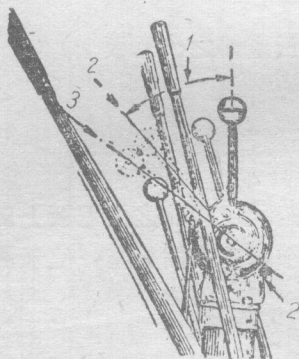

图4 加速杆的位置
6. 将加速杆安放于最前面的位置，越过止動銷(此时供油停止)(图4)。